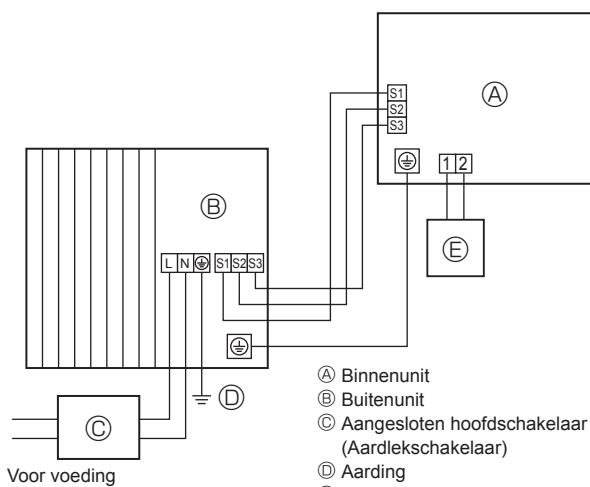
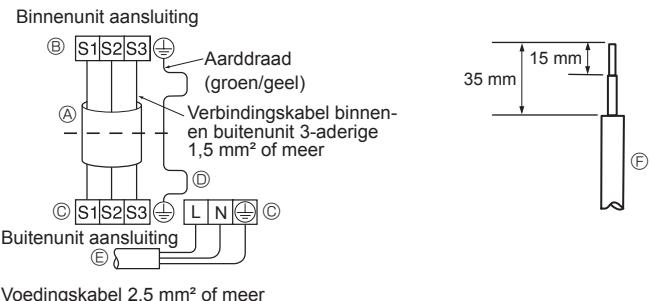
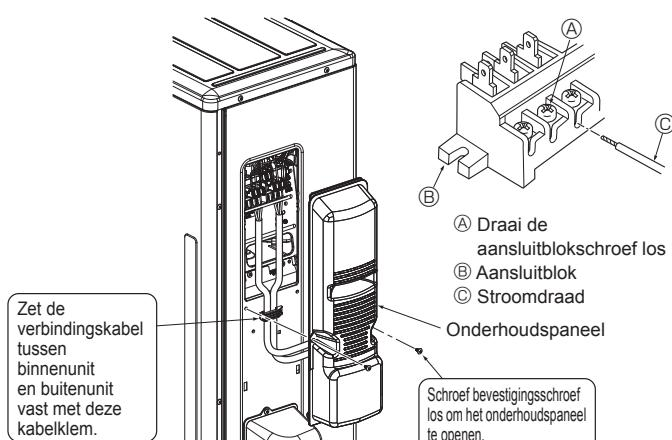

Fig. 6-1
Fig. 6-2
Fig. 6-3
6.1. Buitenunit (Fig. 6-1, Fig. 6-2, Fig. 6-3)
- ① Verwijder het onderhoudspaneel.
- ② Sluit de kabels aan volgens Fig. 6-1, Fig. 6-2 en Fig. 6-3.
- Leg de bedrading aan zoals aangegeven in het diagram links onderaan. (Schaf de kabel ter plaatse aan) (Fig. 6-2)